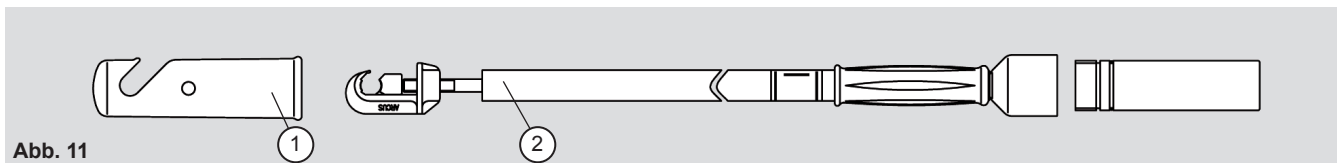

Abb. 11
11. Austausch der Ersatzkappe (Bestell-Nr. 517 035 11) - Abb. 11